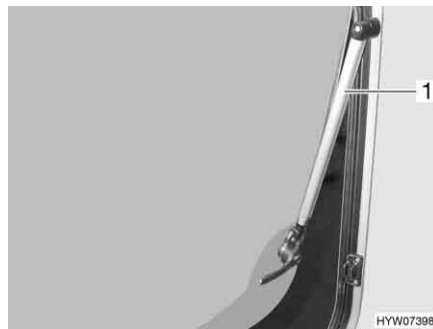

Bild 95 Överkantshängt fönster med automatik-spärr
- Öppna det överkantshängda fönstret till önskat läge. Automatik-spärren (Bild 95,1) hakar fast automatiskt.